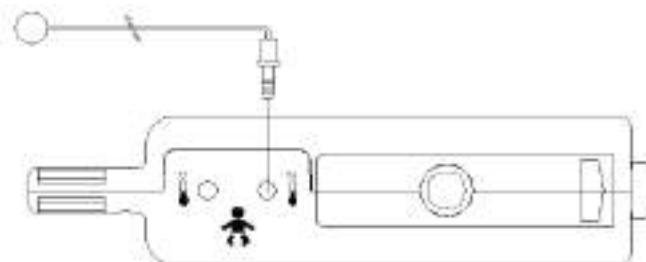

Figura 111 – Instalando o sensor auxiliar – MC3
1. Conecte o plugue do sensor auxiliar no módulo dos sensores, localizado no compartimento do RN, conforme figura 111.